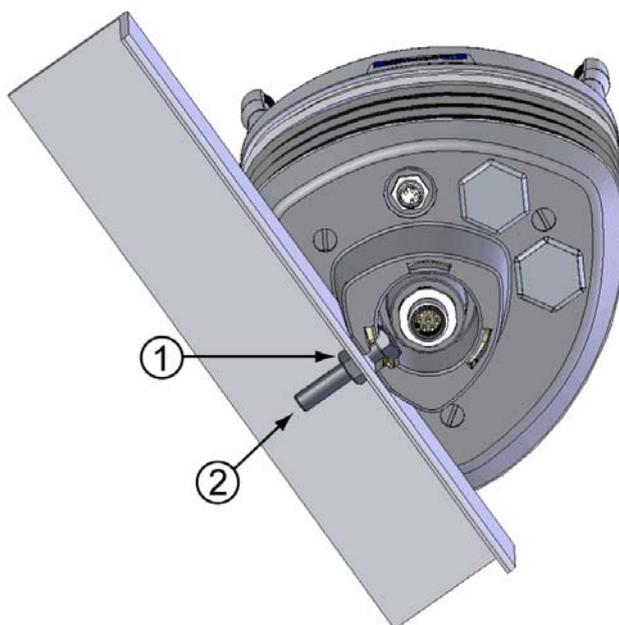
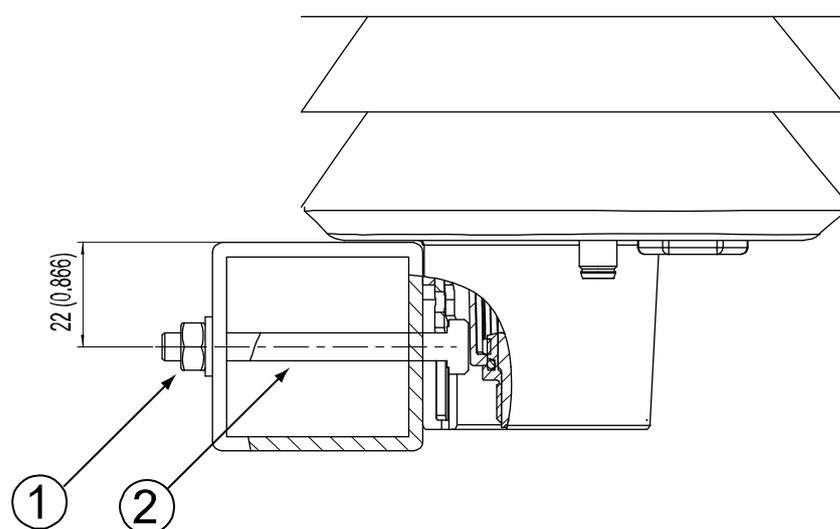

図 14 WXT520 をクロスアームに取り付け
図 15 クロスアーム取り付けボルトの配置
3. 取り付けボルト (M6 DIN933) とナットを用いて、図のようにトランスミッターをクロスアームに取り付けます。34ページの 図 14 と 図 15 を参照してください。